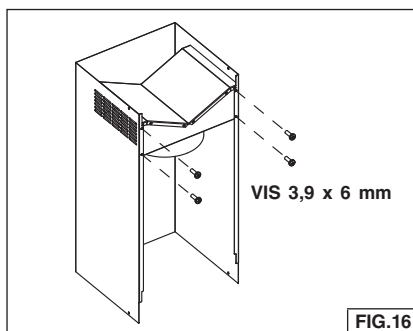

FIG.16
3. Installez le caisson sur le conduit décoratif supérieur à l'aide des (4) vis de 3,4 x 15 mm fournies, tel qu'illustré. Fig. 16.